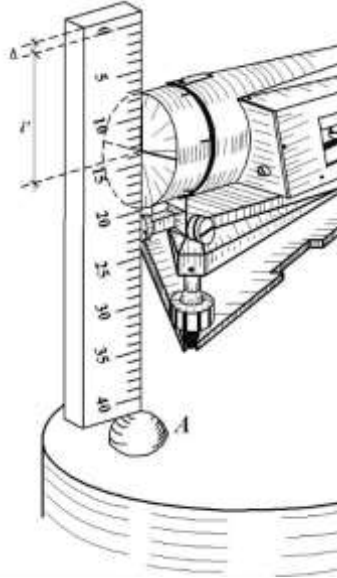

Рис. 17. Измерение высоты нивелира i_1' .
12. Устанавливают линейку на марку столба с номером "А" нолём шкалы вверх (рис.17). Берут отсчёт i_1' по шкале линейки с помощью горизонтального штриха крышки объектива до десятых долей миллиметра и заносят его в журнал (см. табл. 2 и 3).